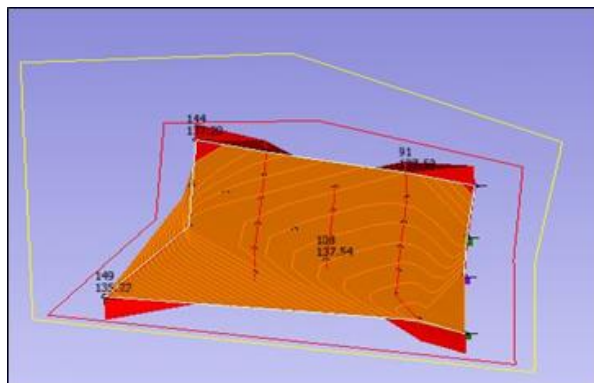

Рис. 11.5. Объект рудное тело
16. Откройте объект **Рудное тело**. Сравните полученный результат с рис. 11.5.